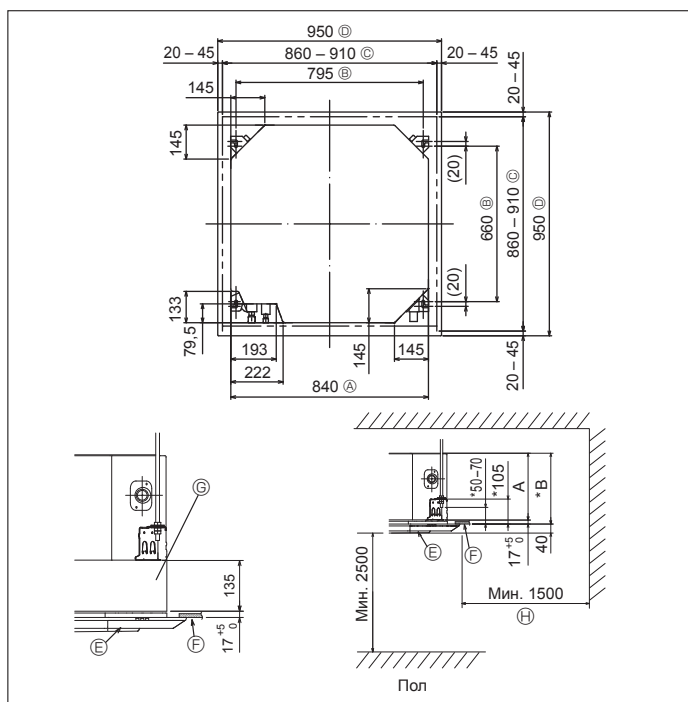

Fig. 3-2
④	Лента (большая)	8
⑤	Лента (маленькая)	1
⑥	Соединительная муфта для дренажа	1
⑦	Изоляция	1
⑧	Гайка раструбного стыка 1/4F(RP60)	1
3.2. Расположение отверстия в потолке и навесных болтов (Fig. 3-2)
* Размер потолочного отверстия можно регулировать в пределах, указанных на Fig. 3-2, таким образом, чтобы отцентровать главный прибор в потолочном отверстии, обеспечив одинаковые зазоры по всем соответствующим противоположным сторонам.